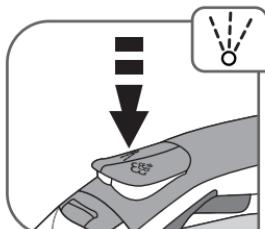

Fig.11
- Ha gózzel vagy szárazon vasal, nyomja meg többször egymás után a SPRAY gombot, hogy megnevedse a szöveget és a makacs gyűrűséket megszüntesse – fig.11.